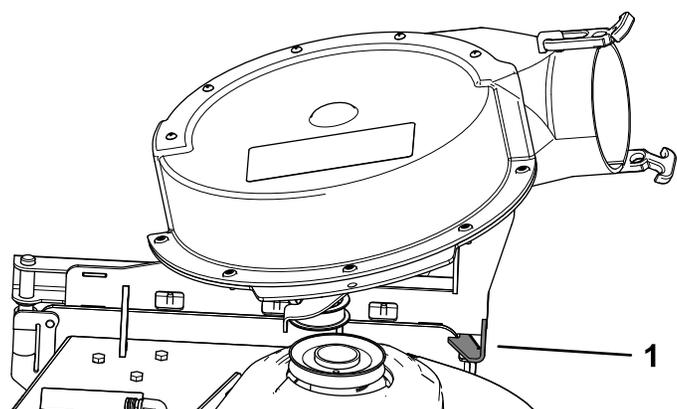

Рисунок 24
**Примечание:** вентилятор в сборе должен автоматически защелкнуться, как показано на Рисунок 24.